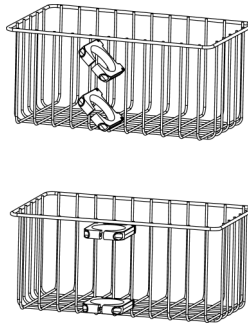

Figura 7: Cesta para accesorios GCX
- Cesta para accesorios GCX. Véase la Figura 7, página 17.
La cesta para accesorios GCX se conecta al montaje sobre base rodante GCX, tal como se muestran en la Figura 7. Si desea obtener más instrucciones sobre la cesta para accesorios GCX, consulte las instrucciones de uso ilustradas incluidas con dicho componente.